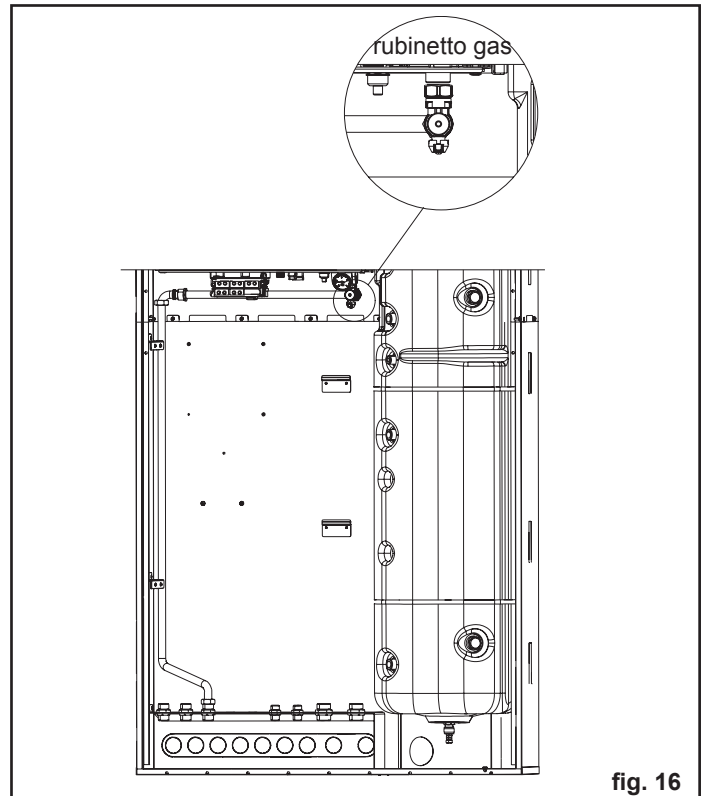

fig. 16
- Assemblare la rampa gas e la prolunga contenuta nel kit rampe di collegamento come indicato in fig. 16